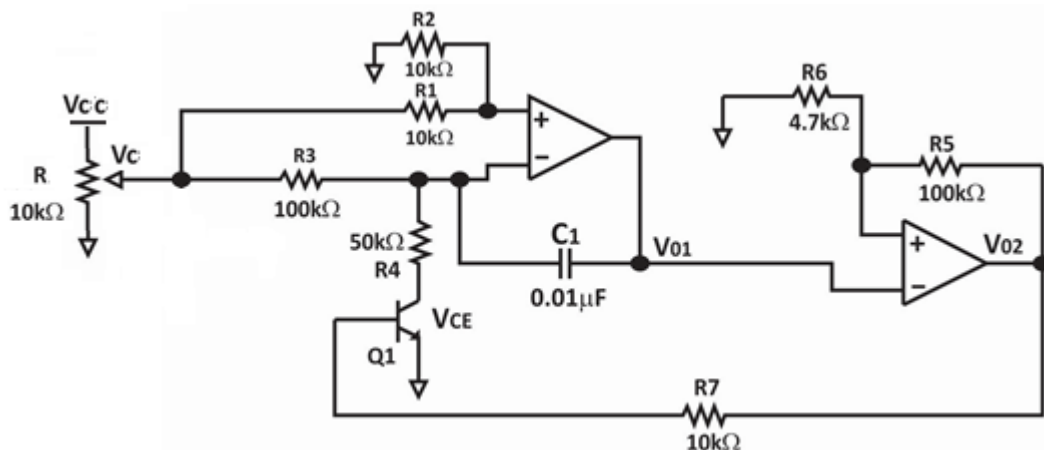

Figura 2 Oscilador controlado por voltaje (VCO)
1.- Armar oscilador controlado por voltaje, mostrado en la figura 2.
2.- Con los valores que se muestran en la Figura 2, determinar la frecuencia de salida en el oscilador.